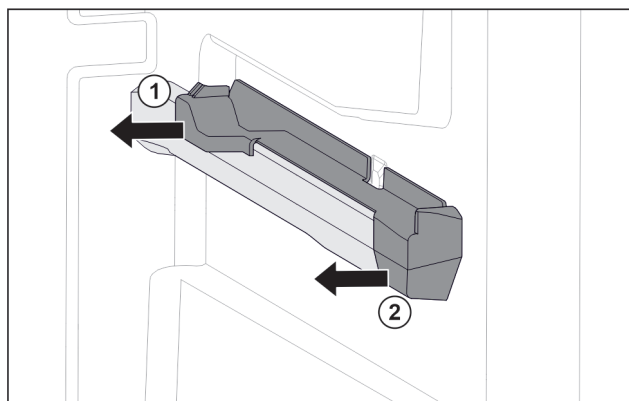

Fig. 123 Påsætningsdel på den højre beholderrist
- ▶ Træk den bageste del af påsætningsdelen af og til siden. *Fig. 123 (1)*
- ▶ Træk den forreste del af påsætningsdelen af og til siden. *Fig. 123 (2)*